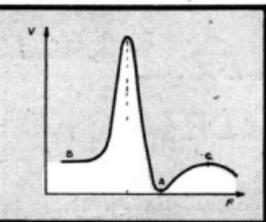

Fig. 6. — Effet de la variation de K .
Nous avons supposé jusqu'à maintenant que K , le condensateur de phase, était exactement égal à C . Si on change la valeur de K , on constate (1) que la courbe de la figure 4 devient dissymétrique et prend la forme de la figure 6. Il existe un point A, à une fréquence qui dépend de la valeur de K , pour lequel le filtre donne une réponse nulle; à cette fréquence, les capacités de C et du quart en parallèle compensent exactement celle de K ; les tensions qui atteignent la sortie, à travers les deux branches du filtre, sont égales, de signes opposés, et s'annulent. Cela peut être très utile pour éliminer un brouilleur gênant. Par contre, la réponse du filtre est augmentée en B, ce qui peut amener de nouvelles interférences.